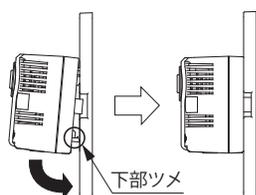

図 2
- ② 上部ツメを取付台に引っ掛けた状態で、本体の下部ツメを取付台のもう一方の穴に押し当ててカチッと音がするまではめ込みます。(図 2)